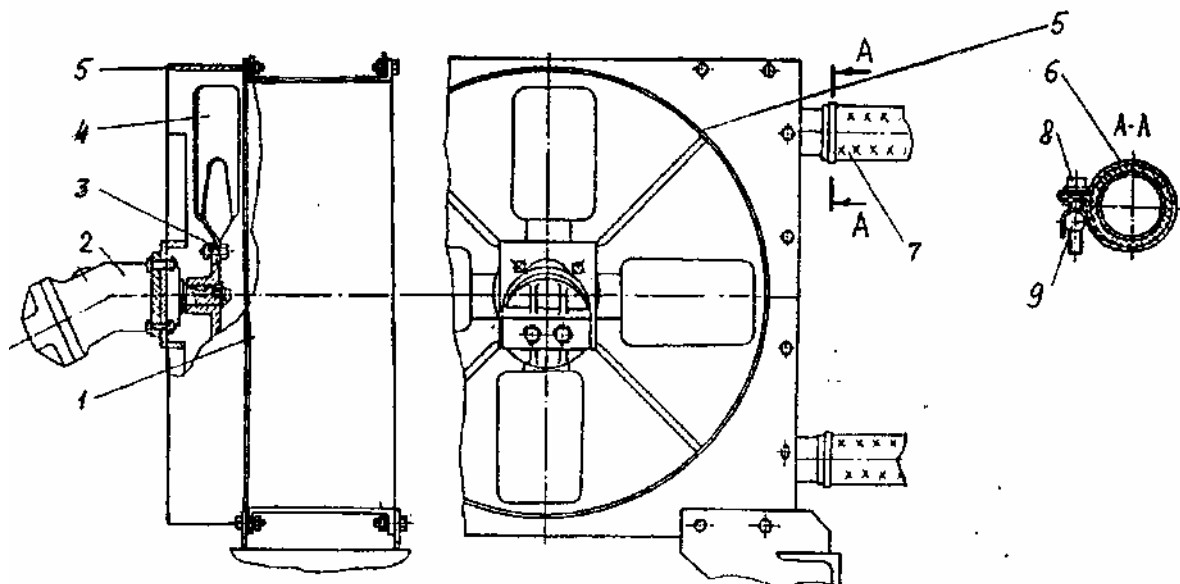

Рис. 38 Маслоохладительная установка
9. МАСЛООХЛАДИТЕЛЬНАЯ УСТАНОВКА (рис. 38)